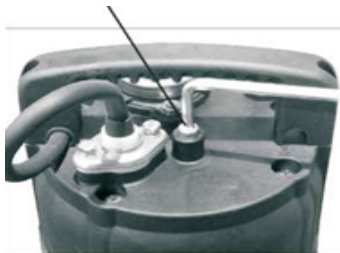

Рис. 1
2.0 Настройка пускового давления, см. рис. 1 и 2